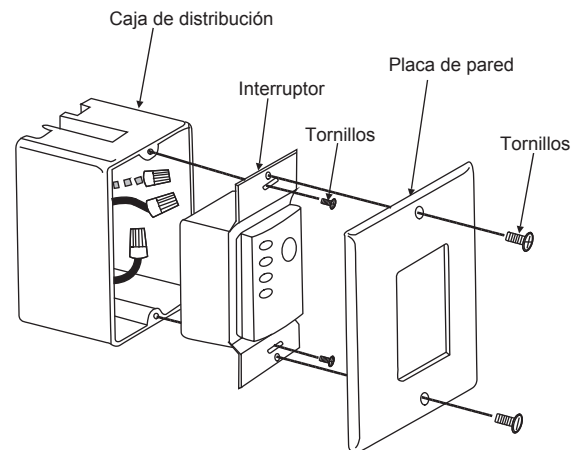

Fig. 24
**Paso 2.** Instale la placa de pared en la caja de distribución eléctrica existente utilizando los tornillos proporcionados. (Fig. 24)